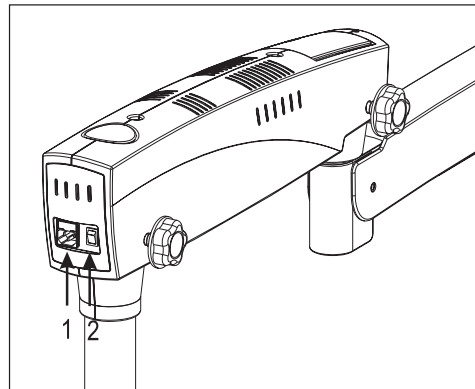

Fig. 8
9.1 Interruptor de encendido/apagado (Mostrado como 2 en la Fig. 8, ubicada arriba)